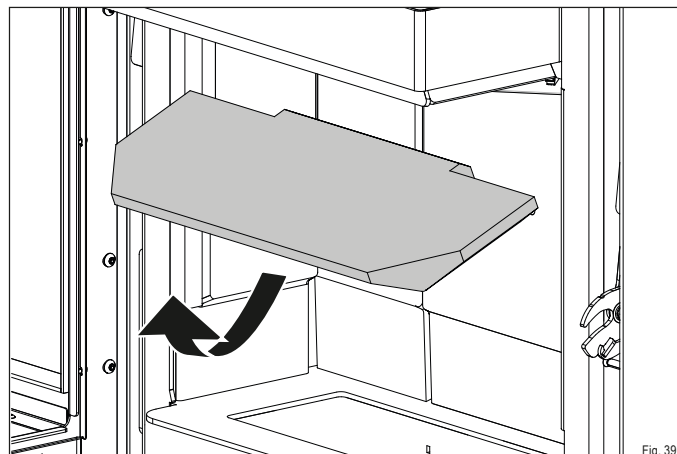

Fig. 39
- ▶ Démontez avec attention les pierres thermiques du foyer (Fig. 39 - 44).